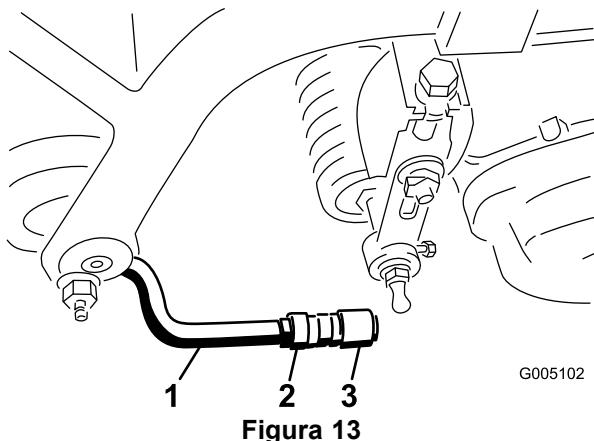

Figura 13
- Alinee las rótulas de las juntas de manera que la cara abierta de la rótula esté centrada respecto a la bola del espárrago. Apriete las contratuerzas para fijar la posición de las rótulas (Figura 13).